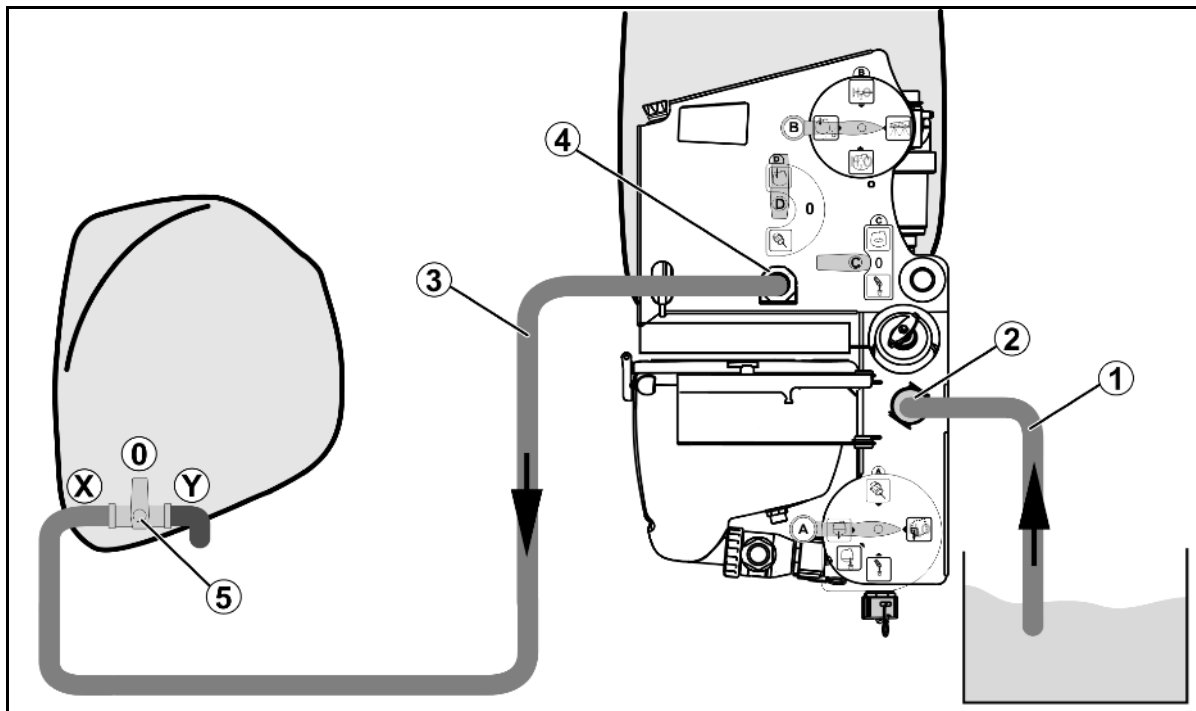

図 13
1. 吸引ホース (図 13/1) を充填用接続部 (図 13/2) に連結します。
3. フロントタンク (図 13/3) の接続用ホースを高速排出用接続部 (図 13/4) に連結します。
4. フロントタンク (図 13/5) の切り替え栓を **X** 位置にします。